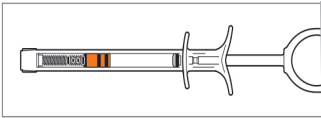

Figura 3 - Posizione primo clic
h. Immergere l'estremità libera della linea di estensione in soluzione salina sterile. **Lentamente**, tirare indietro lo stantuffo fino alla **posizione del primo clic** (Figura 3) per riempire la siringa.